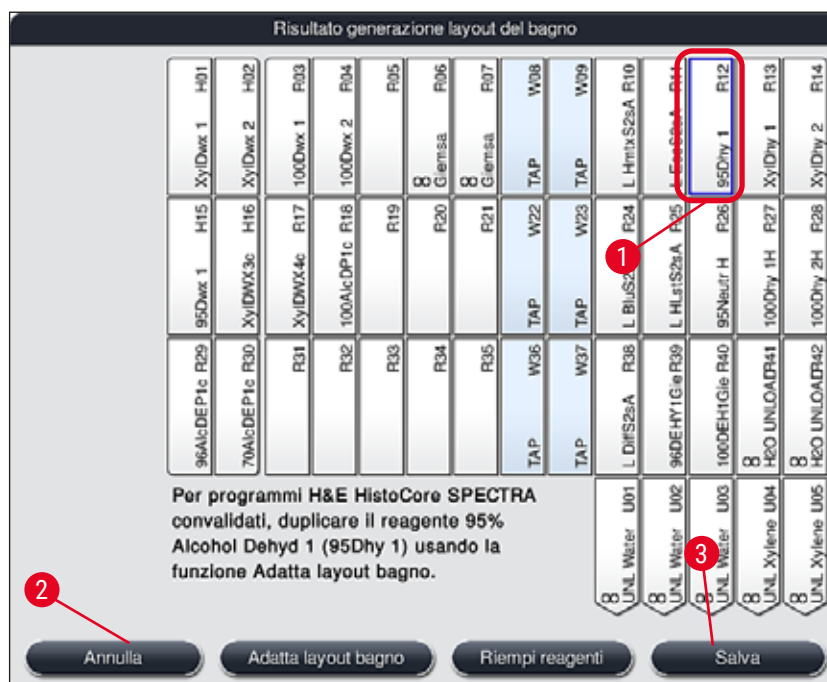

Fig. 53
- Dopo che il software ha calcolato il layout del bagno utilizzando i programmi cui è stata data priorità, l'utente ha una panoramica dei risultati, visualizzata sullo schermo (→ "Fig. 53").
- Se nel layout del bagno non è stato integrato alcun programma Leica, la visualizzazione (→ "Fig. 53") si discosta da quella mostrata (senza figura). In questo caso è possibile riempire i reagenti come descritto in (→ p. 83 – Riempimento dei reagenti).